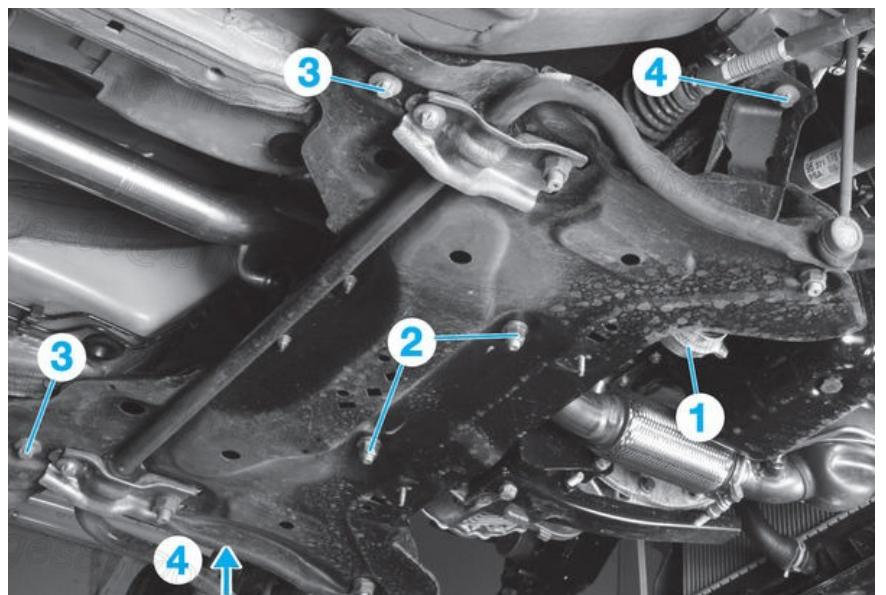

Fig.13
- Déposer les caches et les écrous (3).
- Déposer le joint de tablier (4).
- la biellette antibasculement (1) (Fig.13) (/media/RTA/RTA_714/RTA714A-006-013X.jpg)
- les écrous (2) de fixation du boîtier de direction sur le berceau.